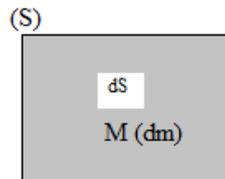

Figure III.4
Considérant (S) une plaque (système continue de surface), soit M un point de cette surface entouré par un élément de masse (dm). Cet élément de masse existe dans un élément de surface (dS) Figure III.4. La densité de masse surfacique (σ) au point M est déterminée comme suite :